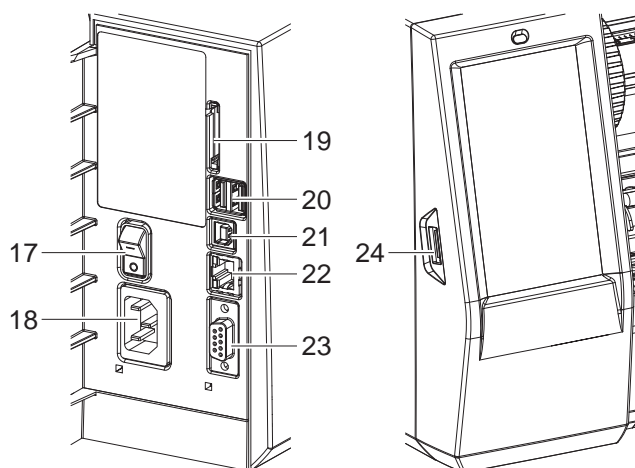

Figura 3 Racorduri
Interfețele de serie existente și racordurile sunt reprezentate în Figura 3.
2. Introduceți cablul de rețea în racordul de rețea (18/Figura 3).
- ▶ Porniți imprimanta de la întrerupătorul de rețea (17/Figura 3).